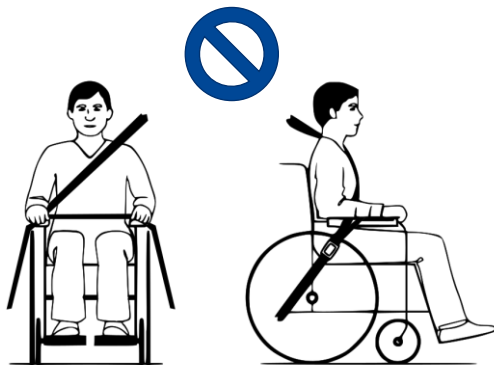

Abbildung 1 Gurt nicht korrekt angelegt
6. Achten Sie darauf, dass die Gurte nicht verdreht sind oder vom Körper ferngehalten werden, wie in Abbildung 1 gezeigt.